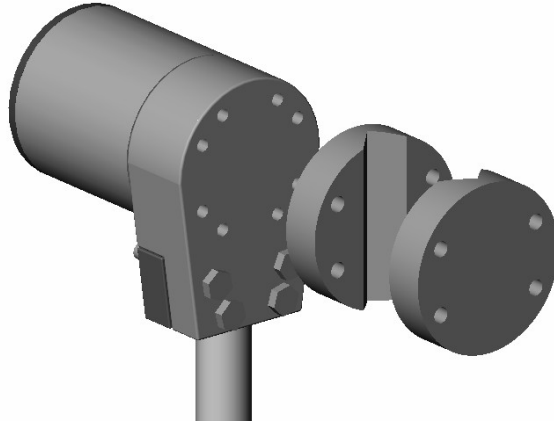

Figura 6 – Rimozione dei blocchetti di fissaggio della barra di montaggio
- Svitare e rimuovere i 4 bulloni che assicurano la coppia di blocchetti di fissaggio all'unità della testa (per fissare l'unità alla barra quadrata) e asportare la coppia di blocchetti di fissaggio come illustrato in Figura 6. A seconda del tipo di configurazione, può essere necessario ruotare i blocchetti di fissaggio per un fissaggio verticale od orizzontale alla barra quadrata.